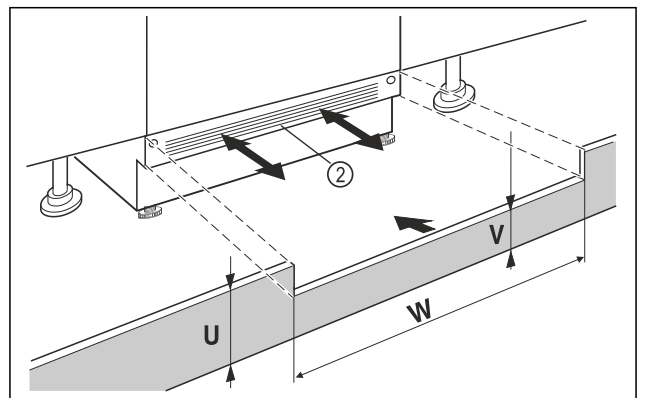

Fig. 88 Voorbeeldweergave
- ▶ Plaats de afdekking van de onderkant van het apparaat Fig. 88 (2) maar zet hem nog niet vast.
- ▶ Als de sokkelafdekking Fig. 88 (2) zichtbaar is, trek het dan naar voren totdat de voorkant van het ventilatierooster en de sokkelafdekking van het meubel gelijk zijn.
- ▶ Bij een verborgen sokkelafdekking Fig. 88 (2), deze gehele naar achteren schuiven.
- ▶ Controleer of de ventilatiesleuven volledig vrij zijn: Snijd indien nodig de hoogte van de sokkelafdekking Fig. 88 (U) op maat!
- ▶ Pas de hoogte van de balk onder de sokkelafdekking van het apparaat Fig. 88 (W) aan de breedte Fig. 88 (V) van de nis Fig. 88 (2) aan.